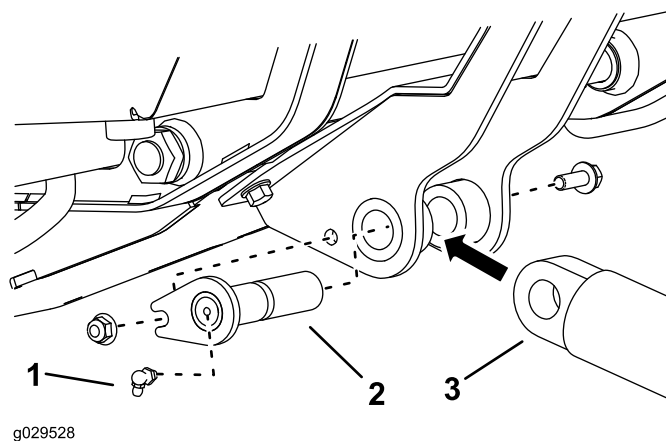

図 6
- 油圧シリンダの端をシリンダサポートアセンブリに固定する シリンダ取り付けピボットピン、ボルト3/8 x 1 インチ、ナット3/8 インチ1個を使用して 図6 のように取り付ける。
- ピボットピンの端部に、グリスフィッティングを 図6 のように取り付ける。